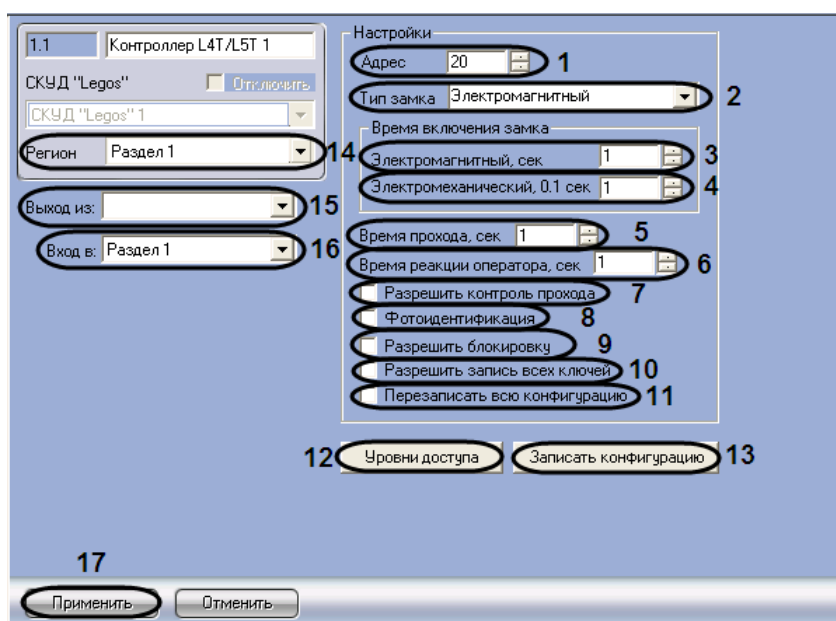

Рис. 3.3—26 Панель настройки объекта Контроллер L4T/L5T
2. В поле **Адрес** ввести с помощью кнопок **вверх-вниз** адрес контроллера L4D/L5D в десятичной системе счисления (см. Рис. 3.3—26, 1).
3. Из раскрывающегося списка **Тип замка** выбрать тип используемого замка – электромагнитный или электромеханический (см. Рис. 3.3—26, 2).